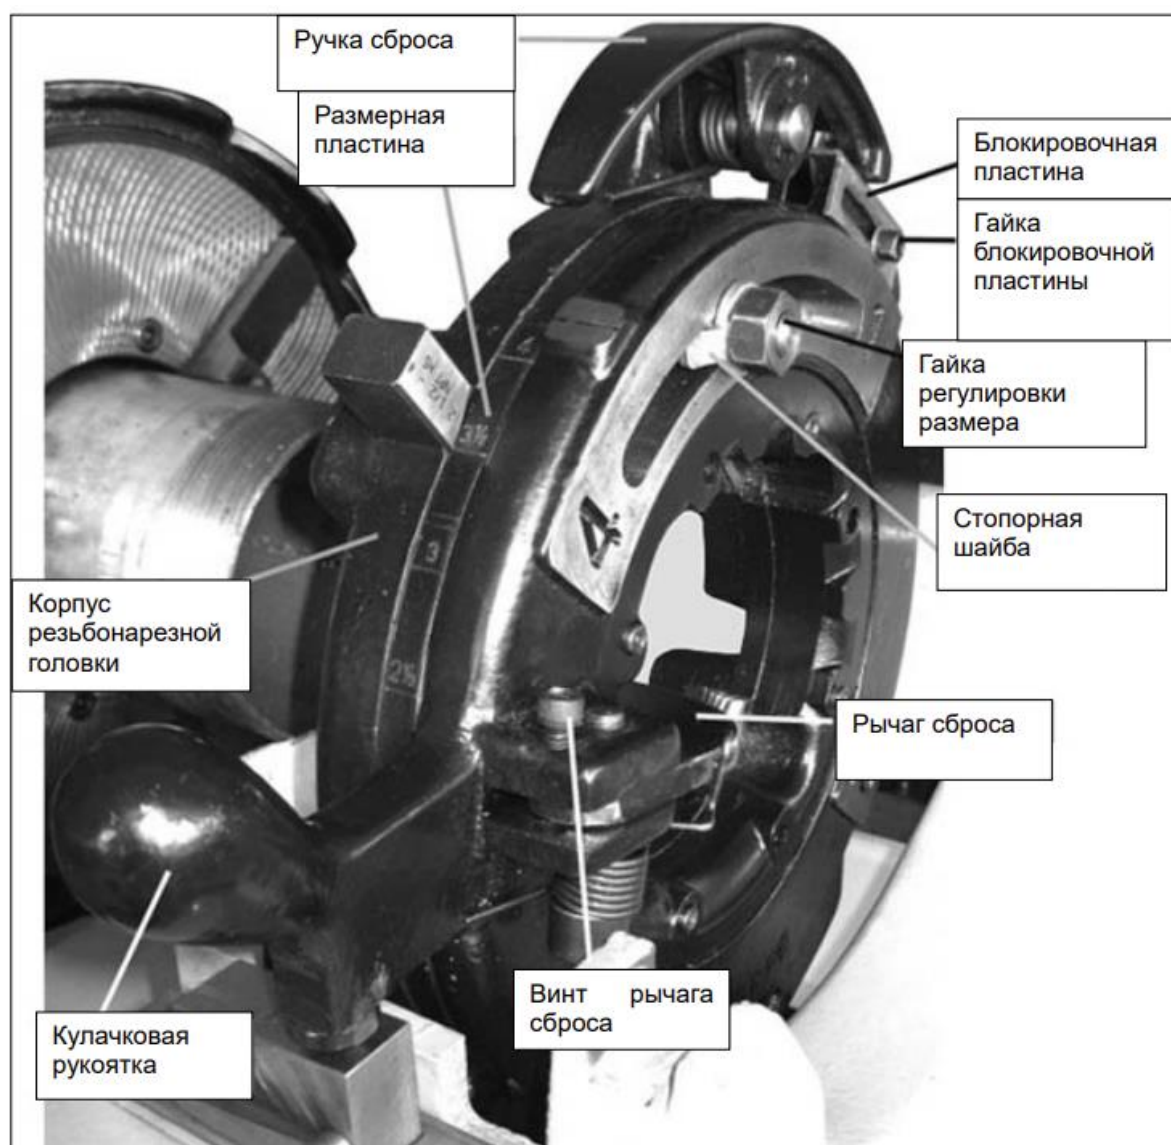

Рис. 3 Установка резьбонарезных ножей 2 1/2"-4"
### **Установка плашек в резьбонарезную головку 2 1/2"-4" (Рис. 3).**
3. Опустите кулачковую рукоятку. (Рис. 3 и 4)
1. Выкрутите винт рычага сброса и выньте его из посадочного отверстия. Отцепите пружину сброса от рычага сброса. Поверните рычаг сброса вправо, пока отверстие на пластине не поравняется с отверстием для винта в шарнирном блоке. Вставьте винт рычага сброса в посадочное отверстие и закрутите его до конца. (Рисунок 3 и 5).
2. Теперь рычаг сброса выведен из работы. (Рисунок 3 и 5).
3. Сдвиньте синусоиду вправо до конца и зафиксируйте на крючок. (Рисунок 3 и 5).
7. Когда желаемая длина резьбы будет достигнута, нажмите ручку сброса для отсоединения защелки (Рисунок 3). Резьбонарезная головка раскрыта.